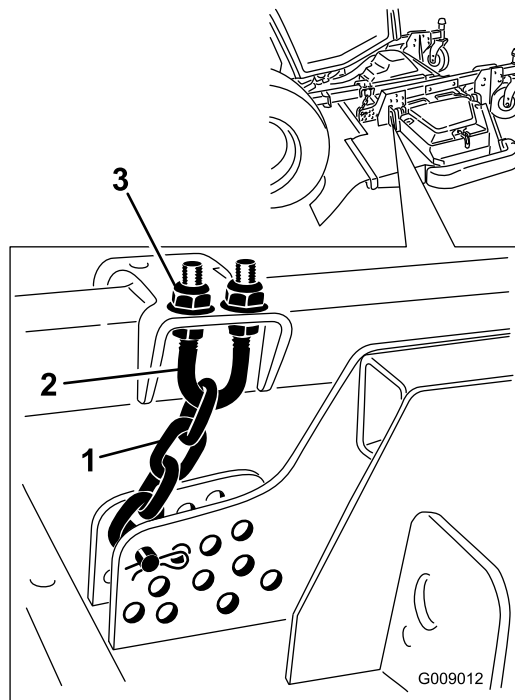

Figure 127
5. Desserrez les écrous de blocage en haut ou en bas de l'étrier fileté de la chaîne de hauteur de coupe (Figure 127).